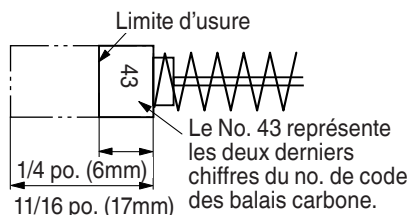
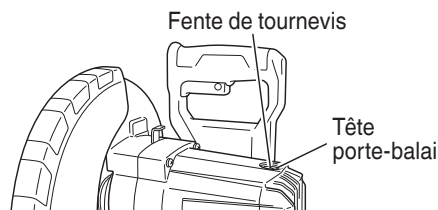

Fig. 29
Fig. 30
3. Inspecter les balais carbone (Fig. 29 et Fig. 30)
Les balais carbone du moteur sont des pièces consommables. Si les balais en carbone sont usés, le moteur risque d'avoir des anomalies. En conséquence, inspecter périodiquement les balais en carbone et les remplacer lorsqu'ils ont atteint la limite d'usure comme indiqué à la Fig. 29.
Par ailleurs, maintenir les balais carbone propres de façon qu'ils glissent régulièrement dans les porte-balai. Les balais carbone sont faciles à retirer ; pour cela, retirer les têtes porte-balai (voir Fig. 30) avec un tournevis à tête plate (signe moins).
Lors du remplacement des balais carbone, utiliser uniquement des balais carbone Hitachi dont le n° «43» représente les deux derniers chiffres du n° de code (voir Fig. 29). Si vous utilisez d'autres balais carbone, le frein électrique ne fonctionnera pas.